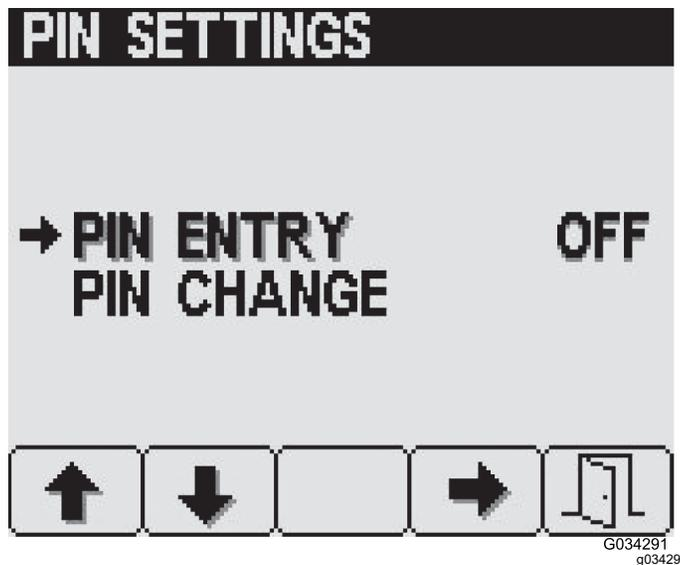

图 25
1. 按 1 号或 2 号按钮可选择 PIN ENTRY PIN 输入选项图 25。
2. 按 4 号按钮可 ON 打开或 OFF 关闭 需要输入 PIN 的要求图 25。